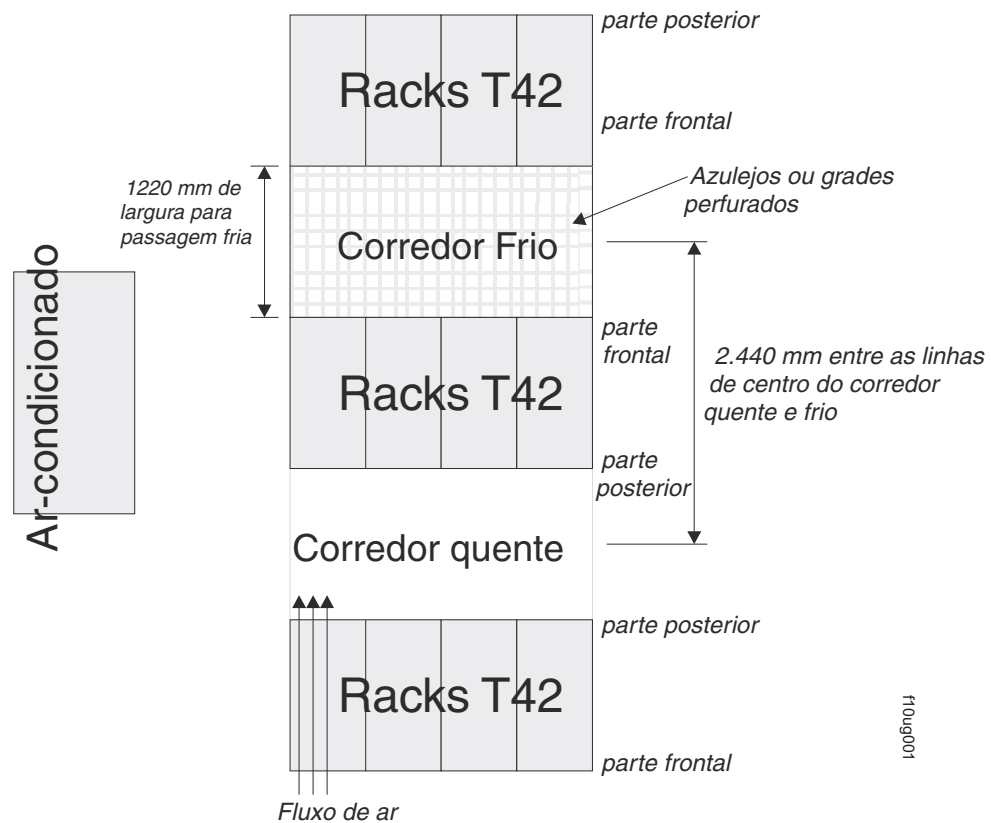

Figura 13. Exemplo de Configuração do Gabinete do Rack com Passagem Fria/Passagem Quente
- O ar entra pela parte frontal do gabinete do rack e sai pela parte traseira. Para evitar que o ar liberado pelo gabinete do rack entre pela abertura de outra parte do equipamento, você deve posicionar os gabinetes do rack em linhas alternadas, parte traseira com parte traseira, parte frontal com parte frontal. Essa disposição é conhecida como *passagem fria/passagem quente* e é mostrada na Figura 13.